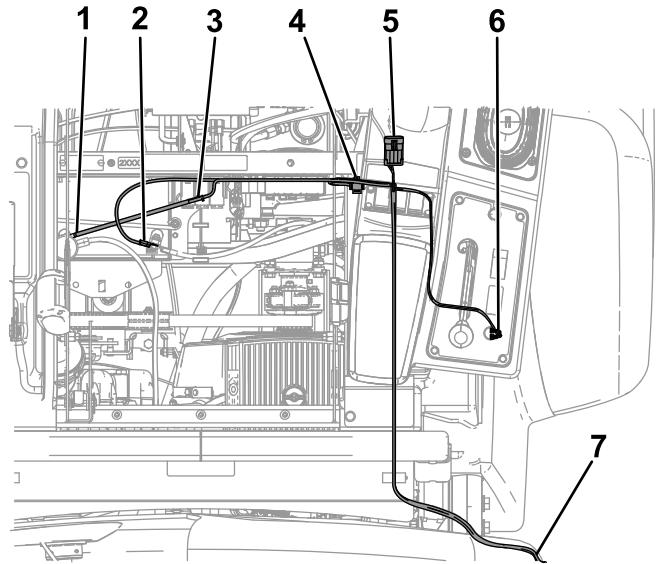

Figura 7
4. Enchufe el conector siguiente en el relé (Figura 7), y Monte el relé en el orificio exterior del bastidor, junto a los relés existentes.
5. Conecte el eslabón fusible al cable rojo que está conectado al borne positivo (+) de la batería (Figura 7).
7. Conecte el extremo más lejano del arnés de cables a la conexión de tierra del bloque de fusibles (Figura 7).
1. Conecte los 2 conectores del arnés de cables al conector de 2 patillas del interruptor (Figura 7).